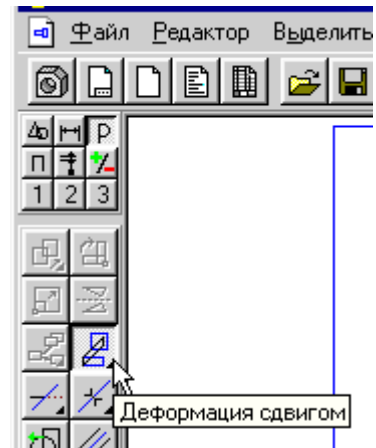

Рис. 60.
3. Викличте на екран сторінку інструментальної панелі *Редагування*. Активізуйте команду *Деформація зрушенням*, рис. 60.